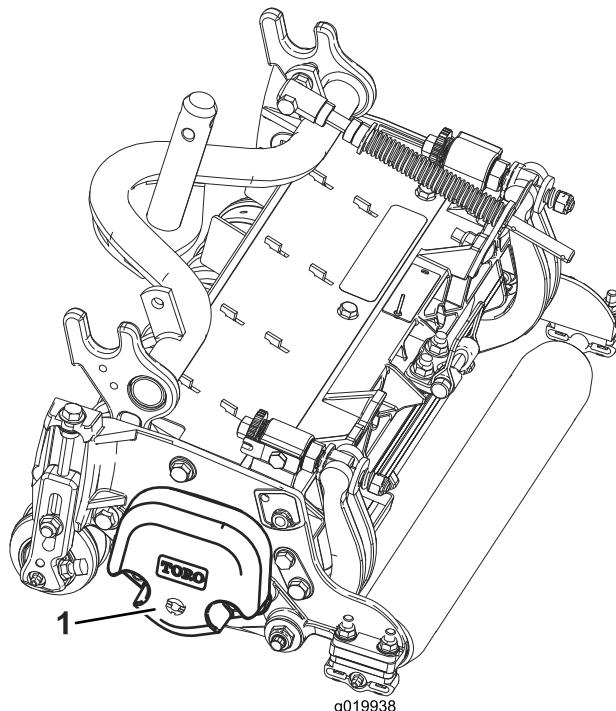

Figura 3
5. Certifique-se de que o contrapeso (Figura 3) está instalado na extremidade adequada da unidade de corte conforme descrito no *Manual do utilizador* da unidade de corte.